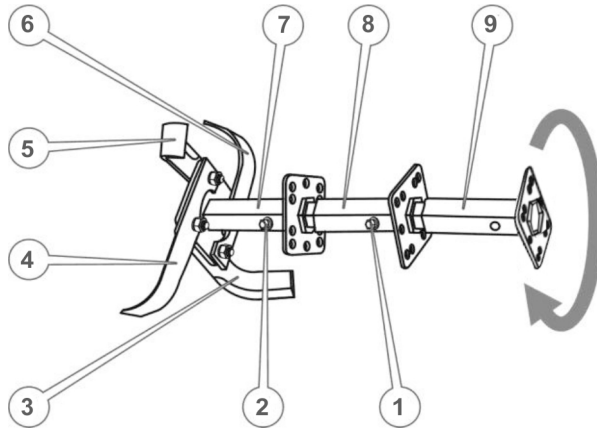

Рисунок 9 – Ґрунтофреза
1. Вставити додаткову маточину ротора в шестигранний отвір основної маточини та зафіксувати пальцем із шплінтом (див. рис. 9), щоб уникнути можливого осьового зсуву.
- стрілкою на рис. 9), кріпильні отвори ножів збіглися з отворами квадрата, при цьому кінцевий отвір одного ножа (поз. 3) збігся із середнім отвором іншого ножа (поз. 4). Утримуючи ножі в такому положенні, вставити в отвір кріпильний палець та зафіксувати шплінтом.